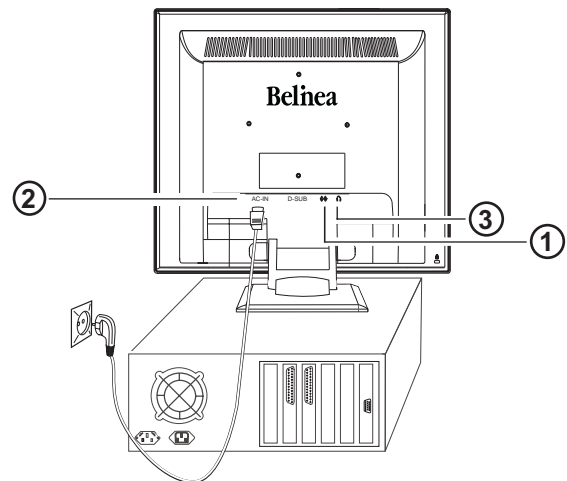

Abbildung 3. Stromversorgung anschließen
Wenn Ihr Computer über einen Audioausgang verfügt, schließen Sie das mitgelieferte Audiokabel an die Audioeingangsbuchse des Monitors (① in Abb. 3) und die Line-Out-Buchse des PC an.
Schließen Sie das separate Netzkabel an den Monitor (② in Abb. 3) und eine Schuko-Steckdose an.
Sie können einen Kopfhörer direkt an den Monitor (③ in Abb. 3) anschließen.